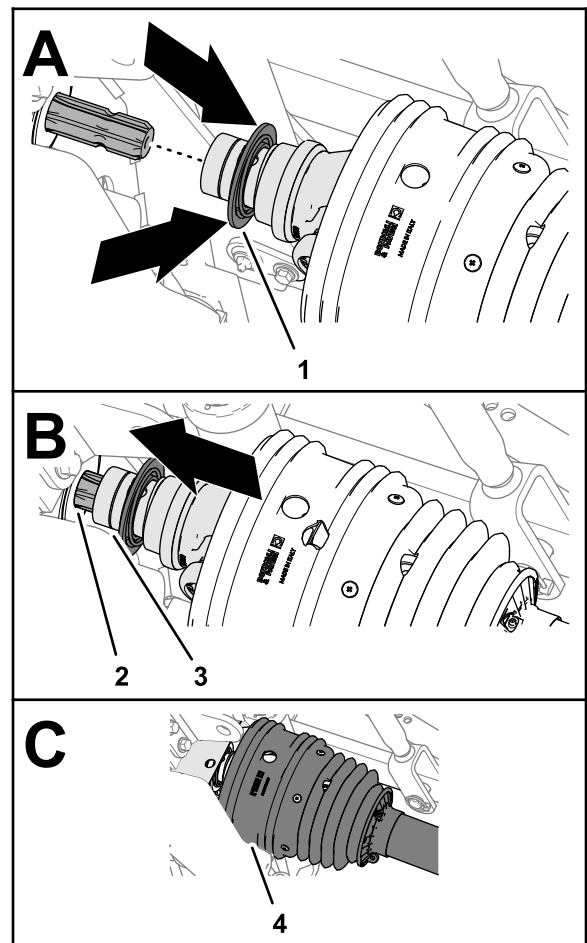

Figura 31
2. Tirate indietro il collare di bloccaggio del giunto ad innesto rapido (Figura 31).
3. Tirando indietro il collare di bloccaggio, spingete in avanti la forcella dell'albero di trasmissione della PDF e infilate la cavità del giunto sulle scanalature dell'albero di uscita della PDF (Figura 31).
5. Assicuratevi che il carter sia posizionato sulla forcella dell'albero di trasmissione (Figura 31).